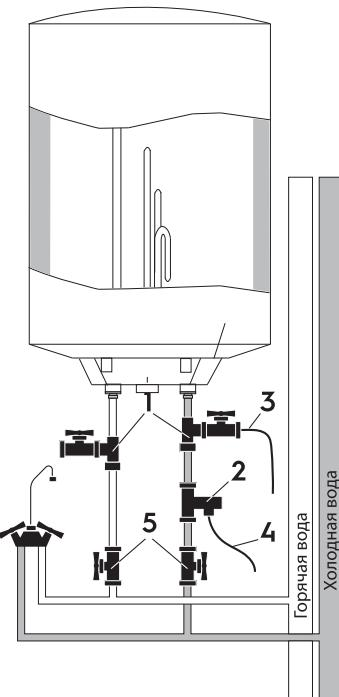

Рис. 4
Для подключения водонагревателя к водопроводу применяются трубы диаметром G1/2". Подключение обратного предохранительного клапана (рис. 4, поз. 2): клапан следует устанавливать в месте входа холодной воды (удостоверьтесь, что гибкая сливная трубка (рис. 4, поз. 4) установлена, на отверстие спуска давления и слива воды и направлена вниз в специальный дренаж для удаления воды). При подключении к системе водоснабжения необходимо предусмотреть и реализовать установку индивидуальных запорных вентилей (рис. 4, поз. 5) на линии подачи холодной воды в водонагреватель и на линии выхода горячей. Индивидуальные запорные вентили по линии горячей и холодной воды, должны быть в закрытом состоянии в период неиспользования водонагревателя, проведении профилактических и технологических работ на линии водоснабжения. Установка и правильное использование запорных вентилей является обязательным условием при предоставлении гарантийного обслуживания, а так же залогом длительной и безаварийной работы водонагревателя. Для упрощения процесса слива воды из водонагревателя рекомендуется на входе и выходе воды из водонагревателя установить тройники (рис. 4, поз. 1).
3. Предохранительный клапан следует устанавливать в месте входа воды (см. рис. 4).